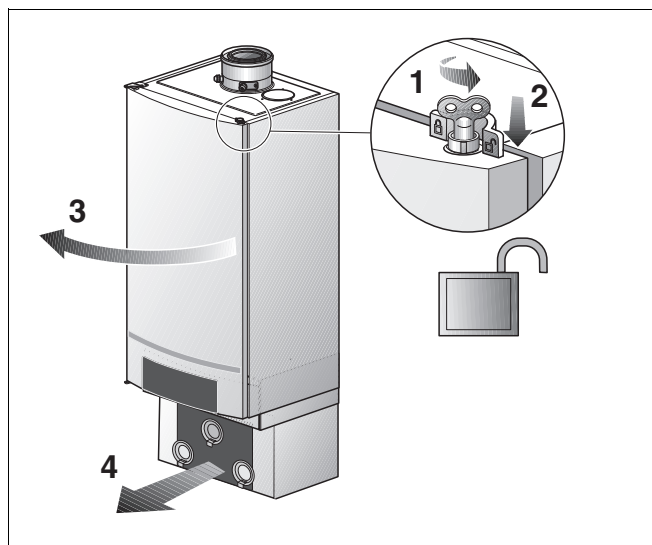

Fig. 97 Åbning af kedeldøren
- Åbn kedeldørens lås ved at dreje udluftningsnøglen en kvart omgang (fig. 97, lup).
- Tryk låsen ned (fig. 97) og åbn kedeldøren.